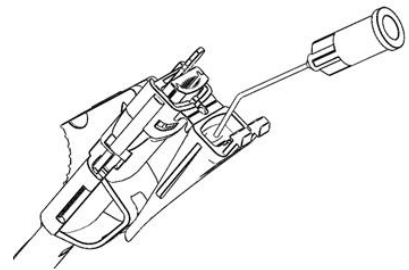

Fig 3
5. Injete material viscoelástico no bico do cartucho pela parte traseira, conforme mostrado na Fig. 3.